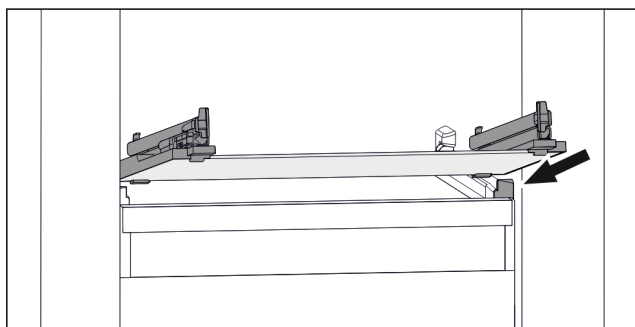

Fig. 101 Primjerm prikaz staklene ploče
- ▶ Stavite ladicu ukoso iza zaustavljača. (pogledajte Fig. 101)